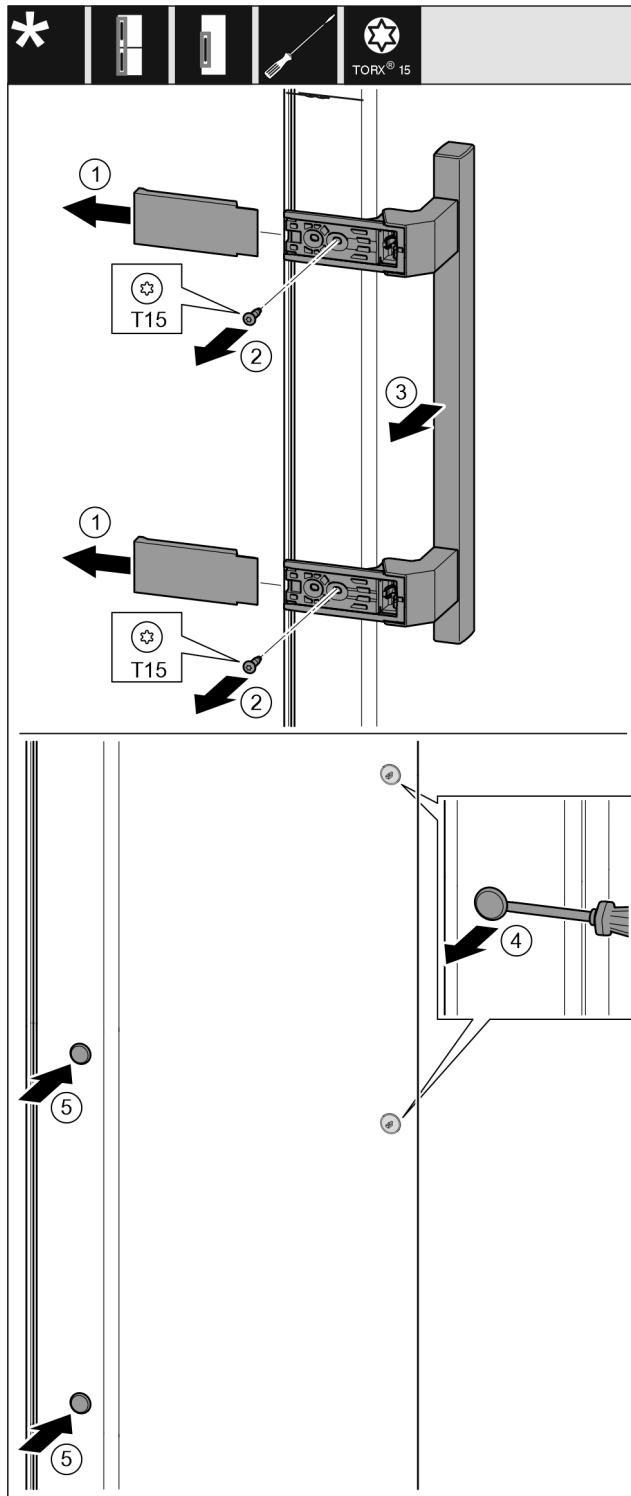

Fig. 16
- Зніміть кришку. Fig. 16 (1)
- Викрутіть гвинти за допомогою викрутки Torx 15. Fig. 16 (2)
- Зніміть ручку. Fig. 16 (3)
- За допомогою шліцевої викрутки обережно підніміть бокову заглушку та витягніть її. Fig. 16 (4)
- Вставте заглушку з іншого боку. Fig. 16 (5)